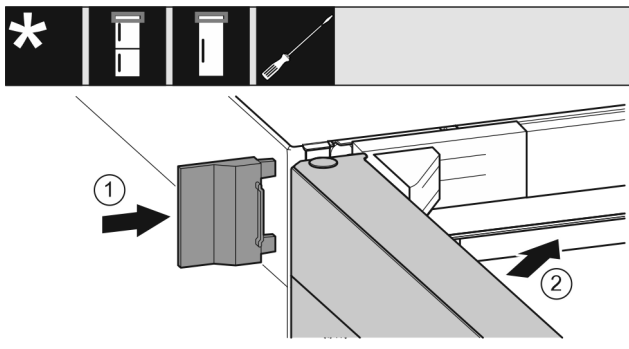

Fig. 21
- ▶ Työnnä ulompi suojus paikoilleen. Fig. 21 (1)
- ▶ Sulje ylempi ovi. Fig. 21 (2)